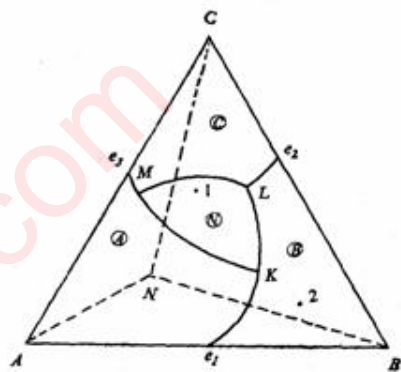

图6-12
6-24 图6-12所示为生成一个三元化合物的三元系统相图。(1) 判断三元化合物N的性质；(2) 标出界线上的温降方向(转熔界线用双箭头)；(3) 指出无变量点K、L、M的性质，并写出相平衡方程；(4) 分析点1、2的结晶过程，写出结晶过程的相平衡表达式。